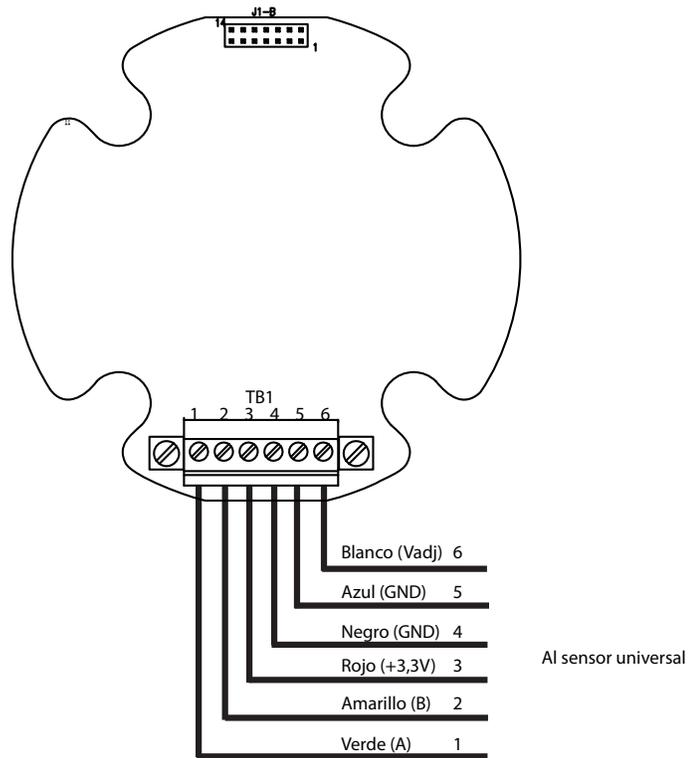

Figura 4-23: Conexión del conjunto del cuerpo del detector Meridian
2. Afloje y quite los cuatro (4) separadores.
4. Quite los dos (2) tornillos de cabeza Phillips de la tapa del bloque de terminales para acceder al conector de clavija de 6 patillas (TB1).
6. Introduzca los 6 cables en el conector de clavija de 6 patillas (TB1) 1, 2, 3, 4, 5 y 6 respectivamente, verde (A), amarillo (B), rojo (3,3 V), negro (tierra), azul (tierra) y blanco (Vadj) (consulte la Figura 4-23: Conexión del conjunto del cuerpo del detector Meridian).